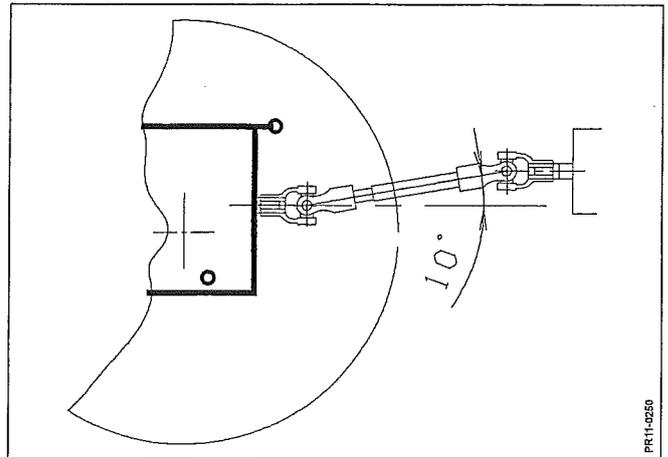

Fig. 2-6
- Fig. 2-6 zur Waagerechten liegen, dies entspricht einem Höhenunterschied von ca. ± 100 mm zwischen dem Zapfwellenanschlusses der Maschine (PIC) und der Zapfwelle des Schleppers (PTO).